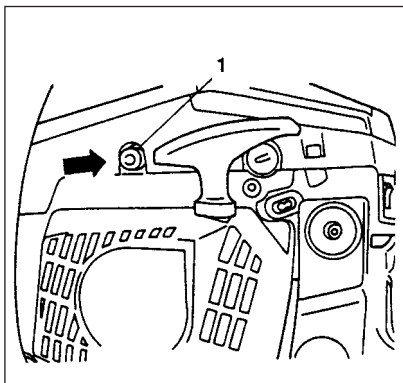

Fig. 2-2B
- * Trykk på dekompresjonsventilen (1) (hvis slik utstyrt. Denne ventilen tilbakestilles når motoren starter). (Fig. 2-2B)